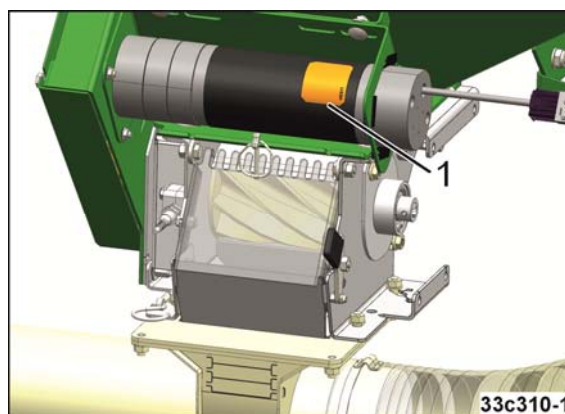

Fig. 76
- **Ne pas** nettoyer les composants marqués (Fig. 76/1) avec un nettoyeur haute pression.